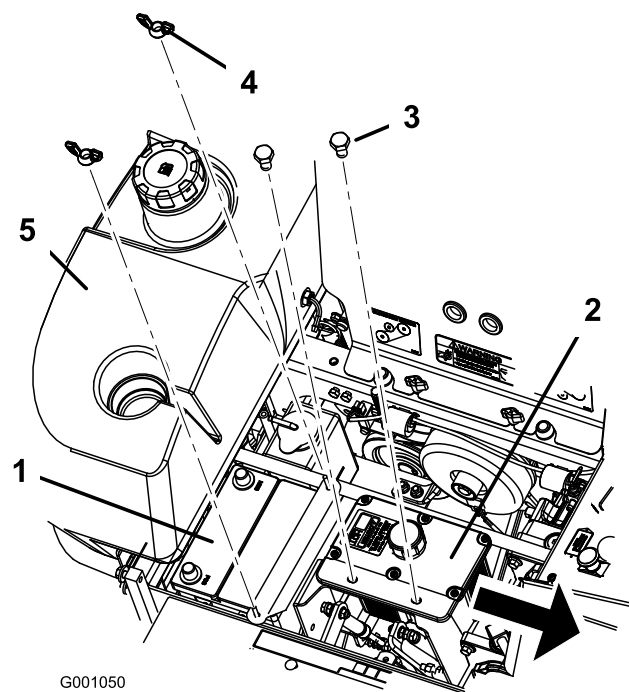

Figure 43
6. Retirez les deux écrous papillons (1/4 pouce) qui fixent la barrette de maintien de la batterie (Figure 43).
7. Retirez les deux boulons de fixation du réservoir hydraulique (Figure 43).
6. Fixez la batterie en position avec des boulons en J, une barrette de maintien et 2 rondelles (1/4 po), ainsi que 2 écrous à oreilles (1/4 po) (Figure 43).